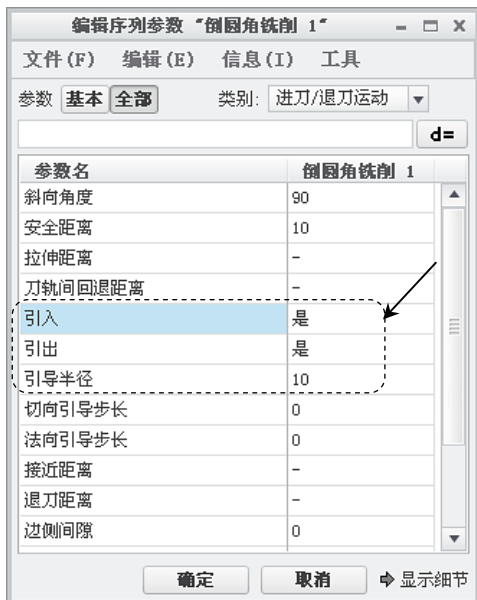

图 3.13.7 设置加工参数
Step5. 在系统弹出的“参数”设置界面中单击 按钮,系统弹出编辑序列参数“倒圆角铣削 1”对话框。在此对话框中单击 全部 按钮,在 类别: 下拉列表中选择 进刀/退刀运动 选项,设置图 3.13.7 所示的切削参数,然后单击 确定 按钮,返回到“倒圆角铣削”操控板。